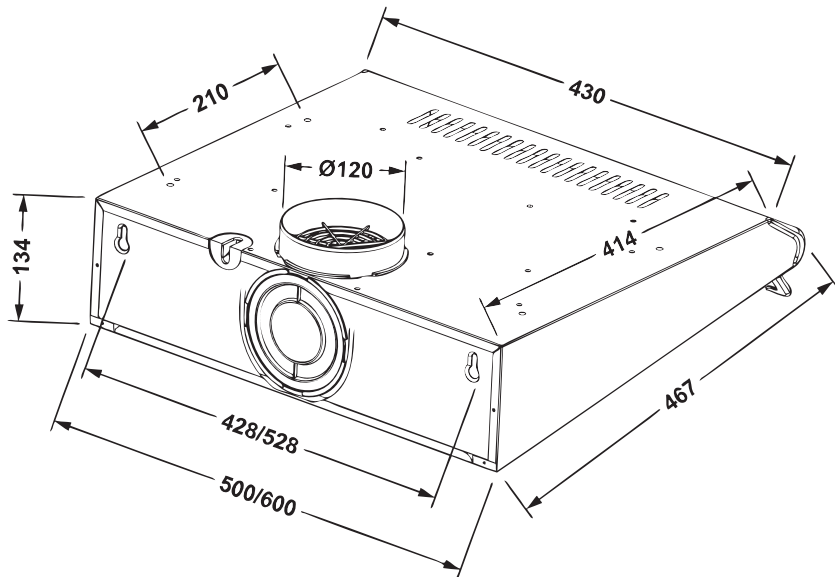

Рис. 3
«CITY» Ø 3мм. (рис.3).
- для вытяжки «CITY» - 2 или 4 шурупами ПКГ 4 x 12 с шайбами 4, которые вкручиваются изнутри вытяжки в отверстия, расположенные на верхней плоскости корпуса (рис.3).
В режиме рециркуляции (рис.3) вытяжка не подключается к вентиляционной шахте кухни и воздуха проходит через установленные в вытяжке алюминиевые жировые фильтры и угольные запахоулавливающие фильтры (какие покупаются отдельно) и возвращается обратно в кухню через вентиляционные пазы **C**.